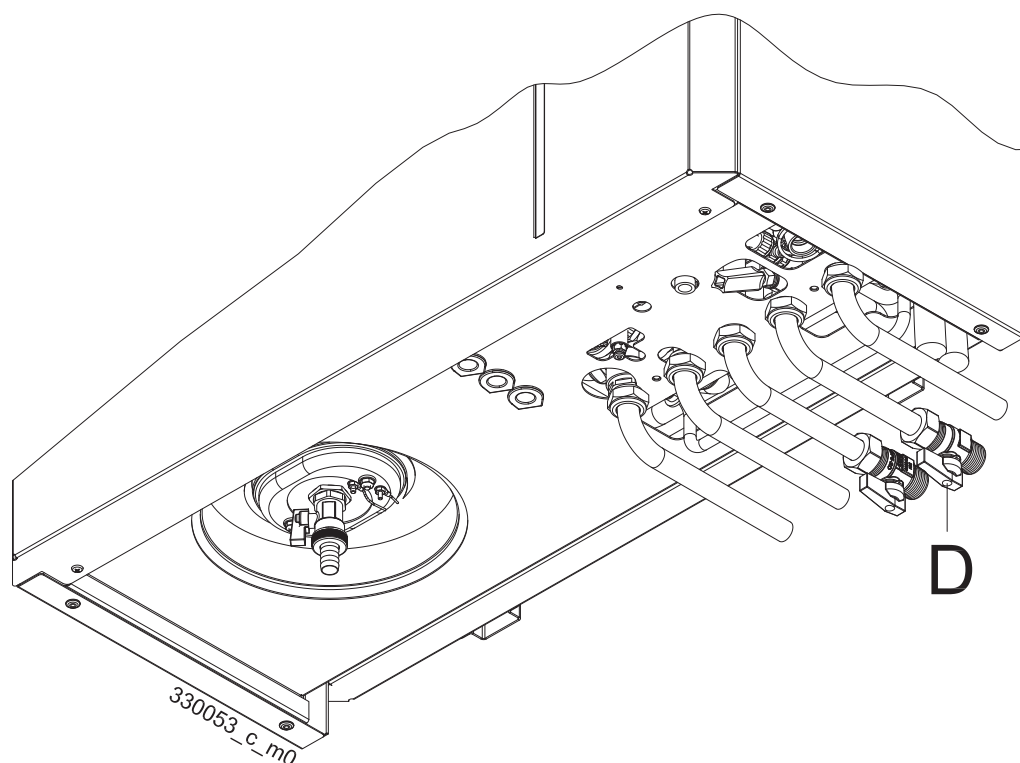

Figura 6-11 - selettore portata acqua calda sanitaria
- 6.-se la temperatura dell'acqua è troppo fredda occorre ridurre la portata attraverso il selettore "D" (Figura 6-11), fino al raggiungimento della temperature desiderata.